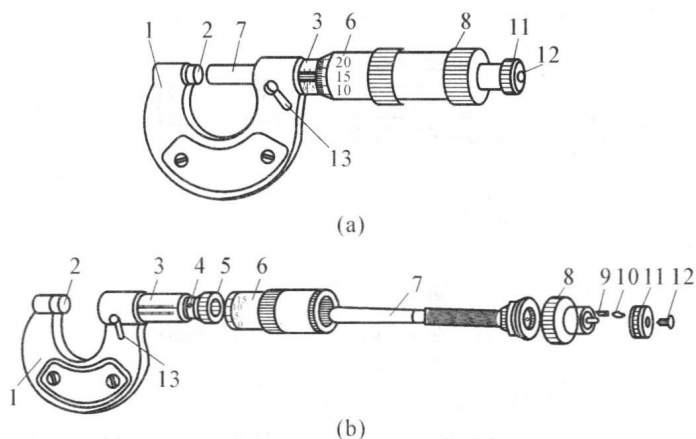

图 1-5 外径千分尺
2) 千分尺结构 如图 1-5 所示为外径千分尺的外形和结构, 图中在尺架 1 的右端是表面有刻线的固定套管 3; 尺架的左端是砧座 2; 固定套管 3 里面装有带内螺纹(螺距为 0.5 mm)的衬套 5。测微螺杆 7 右面螺纹可沿此内螺纹回转, 并用轴套 4 定心。在固定套管 3 的外面是有刻线的微分筒 6, 它用锥孔与测微螺杆 7 右端锥体相连。测微螺杆 7 转动时的松紧程度可用衬套 5 上的螺母来调节。当测微螺杆 7 要固定不动时, 可转动手柄 13 通过偏心锁紧。松开罩壳 8, 可使测微螺杆 7 与微分筒 6 分离, 以便调整零线位置。转动棘轮盘 11, 通过螺钉 12 与罩壳 8 的连接使测微螺杆 7 产生移动, 当